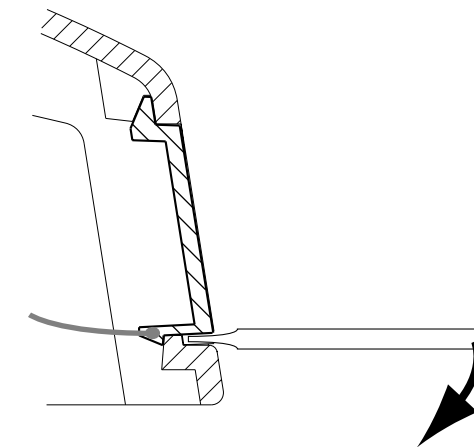

fig.8
- Gently push the screwdriver downwards to remove the cover. (See fig.8)
- ドライバーを軽く下方に押し、カバーを取り外します。(fig.8 参照)